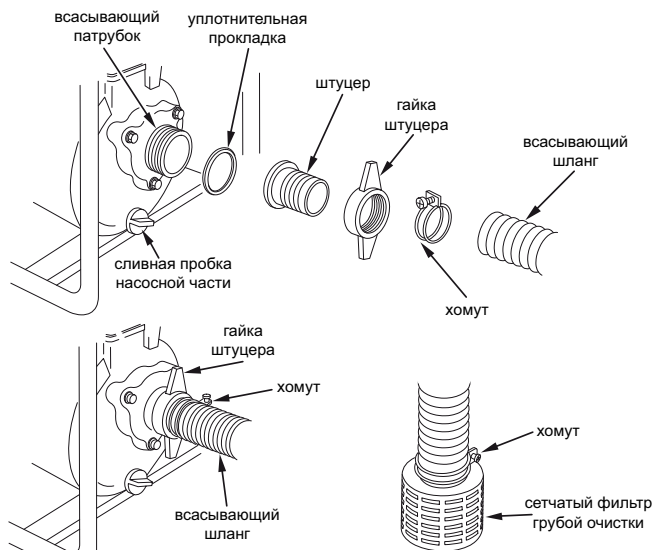

Рис. 6
8.5.1. Закрепить гайками на всасывающий и напорный патрубки насоса штуцеры. Предварительно установить уплотнительные резиновые прокладки между штуцерами и патрубками (см. рис. 6);
8.6.4. Во избежание повреждения насосной части насоса вследствие коррозии или расширения воды при случайном замерзании, необходимо после эксплуатации и перед длительным хранением слить из нее воду, открыв заливную пробку (см. рис. 6).